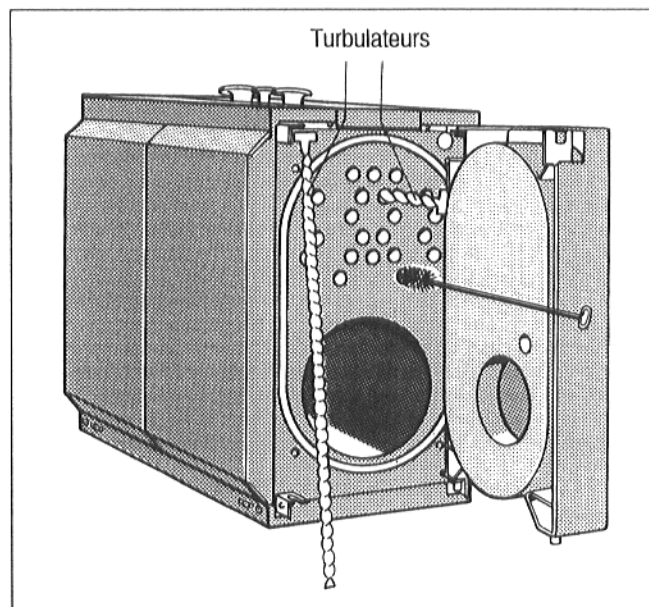

Fig. 25
- Retirer les turbulateurs des tubes de fumées (Fig. 25).
- Brosser soigneusement les tubes de fumées (Fig. 25).